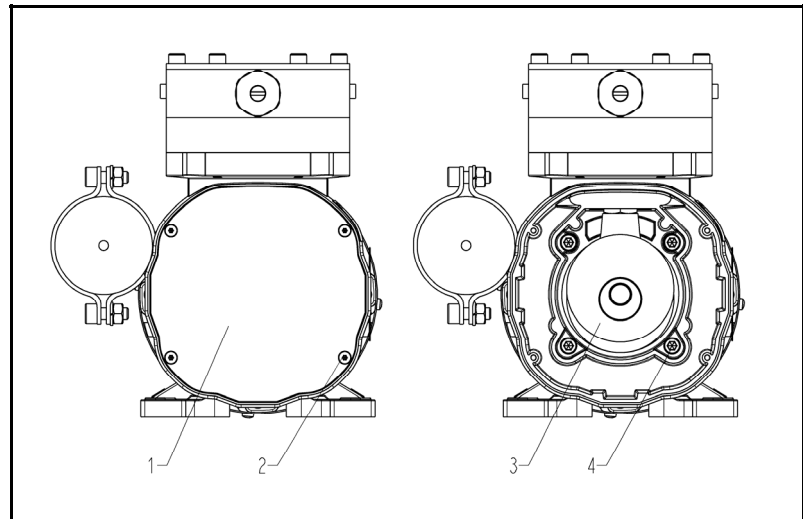

Fig. 7:
1. Die vier Inbusschrauben (Fig. 7/2) des Gehäusedeckels (Fig. 7/1) lösen und herausnehmen.
2. Gehäusedeckel (Fig. 7/1) entfernen.
i Der Exzenter-Kurbeltrieb (Fig. 7/3) und die vier Motorbefestigungsschrauben (Fig. 7/4) werden sichtbar.
3. Die vier Motorbefestigungsschrauben (Fig. 7/4) lösen und herausnehmen.
- Die vier Motorbefestigungsschrauben (Fig. 7/4) wieder eindrehen und festschrauben (Anzieh-Drehmoment: 6 Nm).
- Gehäusedeckel (Fig. 7/1) aufsetzen und mit den vier Inbuschrauben (Fig. 7/2) festschrauben (Anzieh-Drehmoment: 15 Ncm).